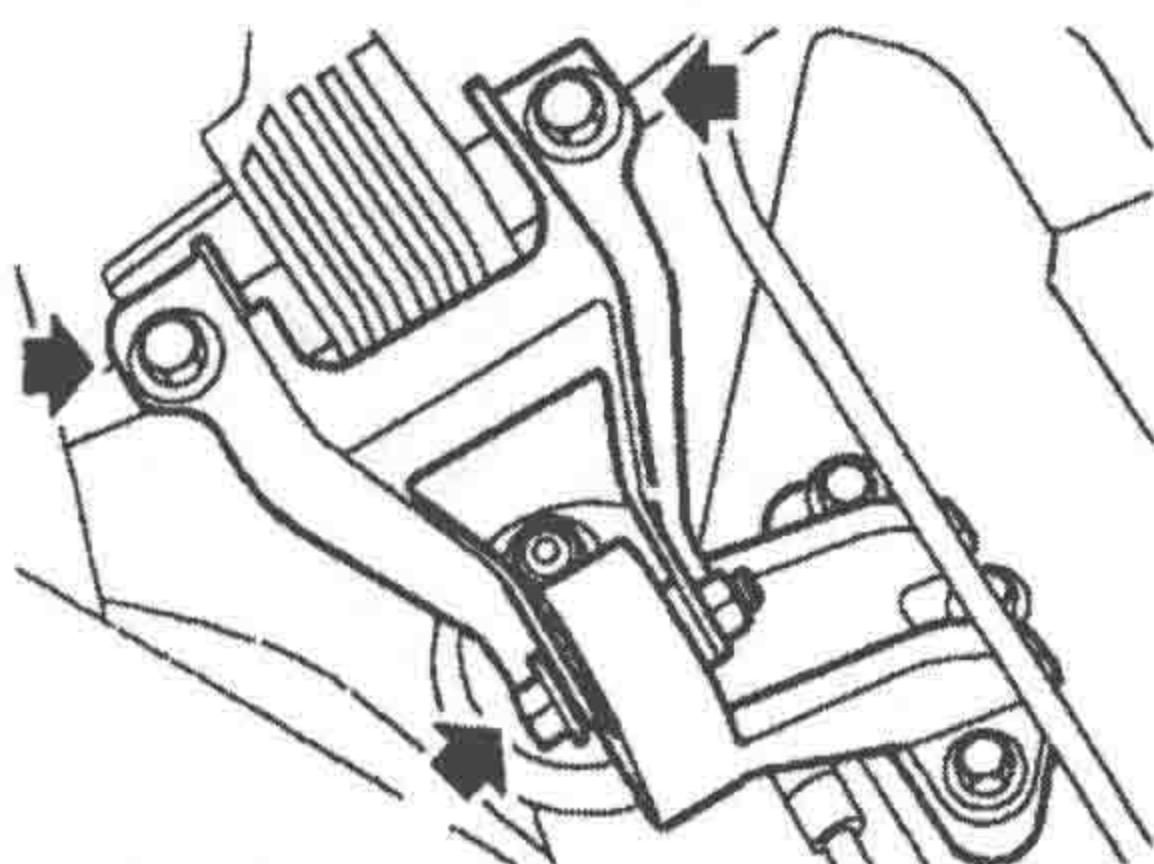

图 1-1-1 松开螺栓
- ④ 松开把发动机右上系杆固定到发动机右托架上的螺栓，如图 1-1-1 所示。
- ⑤ 拧下把发动机右上系杆固定到发动机右系杆上的 2 个螺栓，如图 1-1-1 所示。